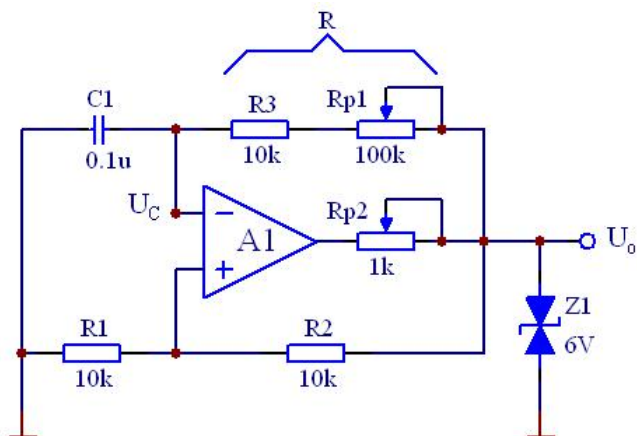

图 8.1 方波发生电路
1. 分析图 8.1 电路的工作原理，定性画出  $U_o$  和  $U_c$  波形。
2. 若图 8.1 电路  $R=10k$ ，计算  $U_o$  的频率。
实验电路如图 8.1 所示， $R_{P2}$  调到最大，双向稳压管实际值约为 5.6-5.8V。